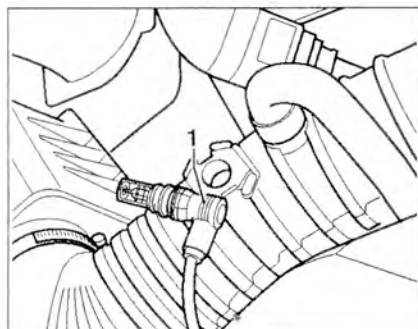

Рис. 2.81. Снимите датчик температуры входящего воздуха 1.
5. Снимите датчик температуры входящего воздуха 1 (рис. 2.81).